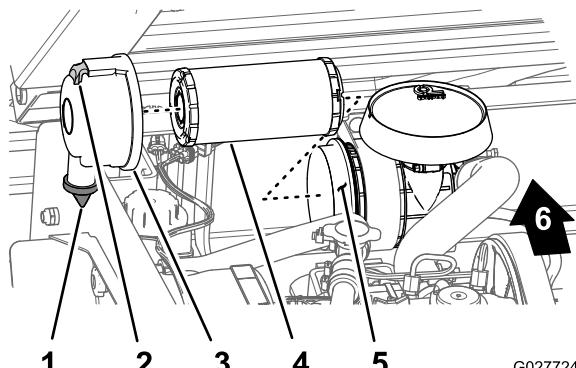

図 35
2. エアクリーナー本体にリーク原因となりそうな傷がないか点検する図 35。
3. エアクリーナーのラッチを引いて外し、カバーを左にひねってボディーから外す図 35。
5. 汚れを落とさないように注意しながら、ハウジング図 35内部からエレメントを静かに引き出す。
1. エアフィルタのカバーについている異物逃がしポートを清掃する図 35。
2. カバーについているゴム製のアウトレットバルブを外し、内部を清掃して元通りに取り付ける (図 35)。
3. エレメントをハウジング内部にしっかりと取り付ける。エレメントの外側のリムを軽く押さえて確実にハウジングに密着させる図 35。
4. アウトレットバルブが下向き後ろから見たとき、だいたい時計の5時と7時の間になるようにカバーを取り付ける図 35。
5. カバーをハウジングにラッチで固定する(図 35)。